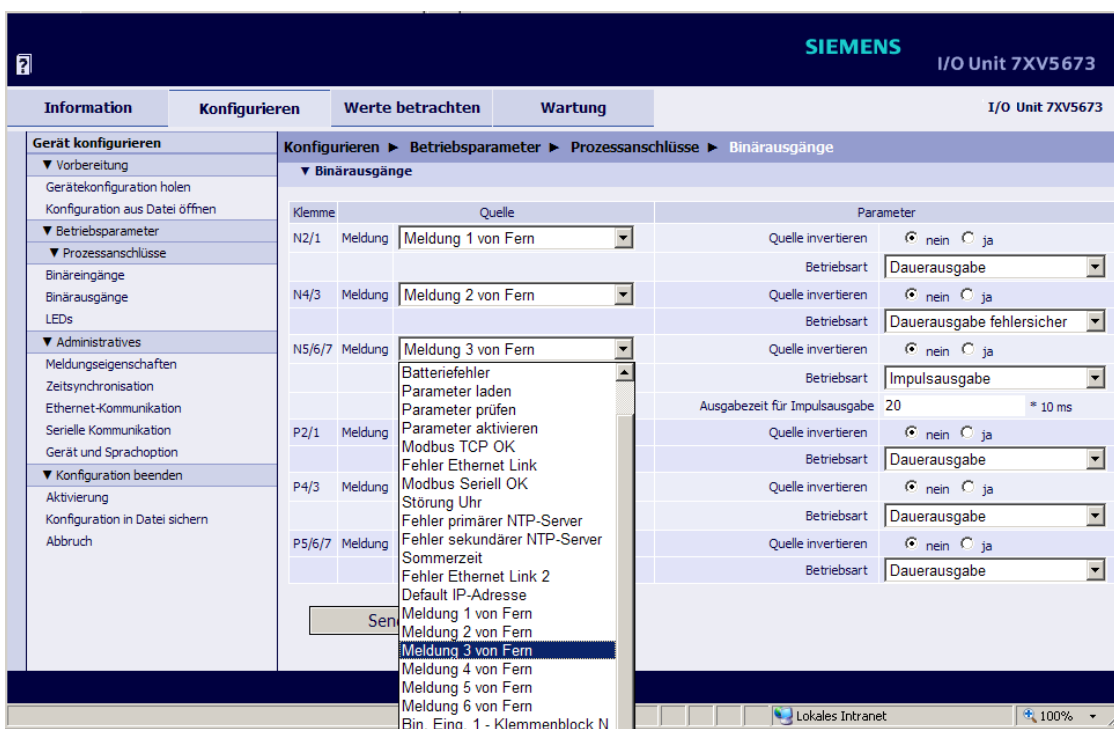

Bild 6-66 Einstellungen der 6 Binärausgänge
- ✧ Parametrieren Sie die Meldungen und Betriebsarten der Binärausgänge gemäß Bild 6-66.
Parametrieren Sie die Meldungen und Betriebsarten der Binärausgänge gemäß Bild 6-66.